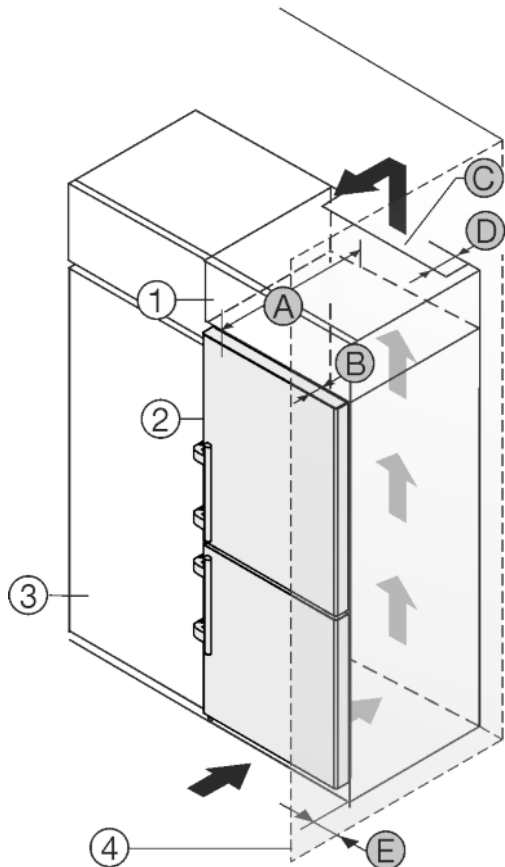

Fig. 47
Das Gerät kann mit Küchenschränken umbaut werden. Um das Gerät Fig. 47 (2) der Küchenzeilenhöhe anzugleichen, kann über dem Gerät ein Aufsatzschrank Fig. 47 (1) angebracht werden.
Das Gerät kann direkt neben dem Küchenschrank Fig. 47 (3) aufgestellt werden. Um die Türe vollständig öffnen zu können, muss das Gerät um die Tiefe Fig. 47 (B) gegenüber der Küchenschrankfront vorstehen. Abhängig von der Tiefe der Küchenschranke und Verwendung von Wandabstandshaltern kann das Gerät weiter herausragen.
- An der Rückseite des Aufsatzschrankes muss ein Abluftschacht mit der Tiefe Fig. 47 (D) über die gesamte Aufsatzschrankbreite vorhanden sein.
- Unter der Raumdecke muss der Entlüftungsquerschnitt Fig. 47 (C) eingehalten werden.
Wenn das Gerät mit den Scharnieren neben einer Wand Fig. 47 (4) aufgestellt wird, muss der Abstand Fig. 47 (E) zwischen Gerät und Wand eingehalten werden. Dies entspricht dem Griffüberstand bei geöffneter Tür.